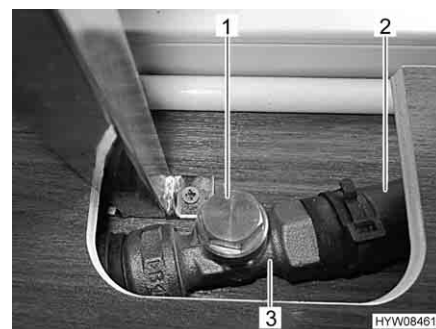

Fig. 148 Valvola (aperta)
- Afferrare la tubatura di bypass (Fig. 148,2) dietro la valvola (Fig. 148,3). Il tubo flessibile deve essere tiepido.
- Se il tubo flessibile non è tiepido, controllare la regolazione della valvola. Se la valvola è chiusa, ruotare il coperchio della valvola (Fig. 148,1) in senso antiorario.